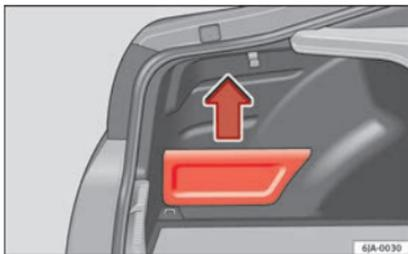

Abb. 161 Gepäckraum: Ablagefach
- Greifen Sie die Abdeckung an der Oberseite und ziehen Sie sie in Pfeilrichtung ab » **Abb. 161**.